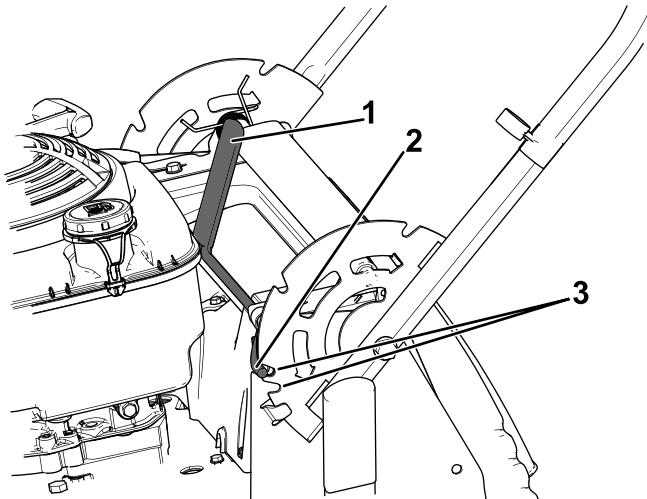

Figura 14
1. Tire hacia atrás de la palanca de bloqueo para desenganchar las clavijas de bloqueo del manillar (Figura 14).
2. Gire el manillar y alinee la muesca deseada del soporte del manillar con las clavijas de bloqueo del manillar; consulte Figura 14.